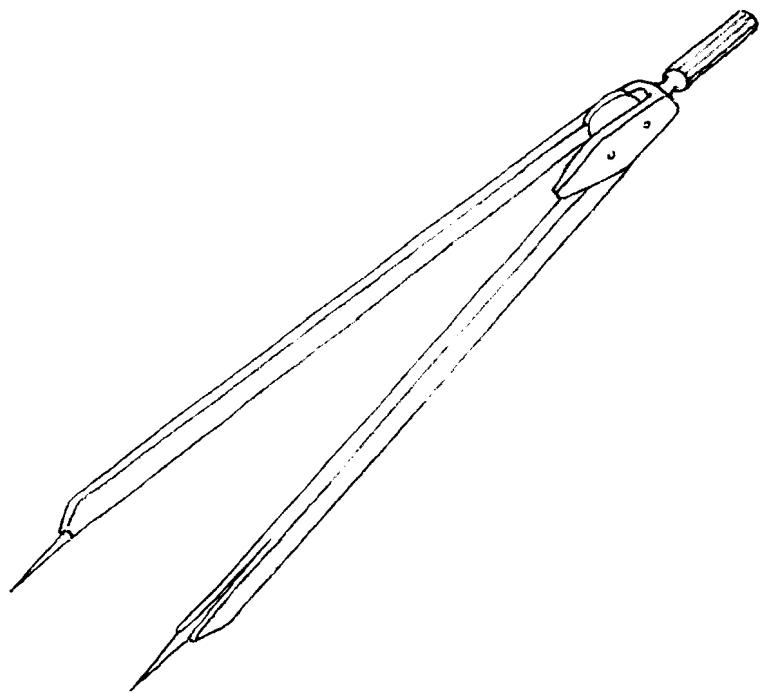

图 1.5
- 圆规（图1.5） 用来测量一些难测量的数据和一些装配得不十分精确的部件。